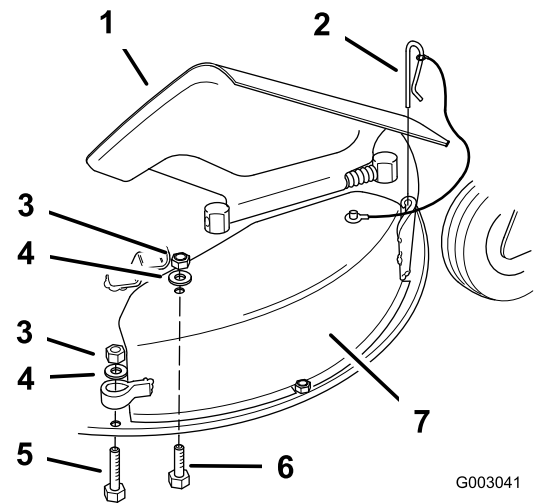

Figure 52
4. Relevez le déflecteur d'herbe et enlevez la goupille de l'éjecteur à l'avant du couvercle d'éjection (Figure 52).
5. Enlevez le contre-écrou, la rondelle plate et le boulon (5/16 x 1-1/4 pouces) qui fixent le haut du couvercle d'éjection sur le dessus du tablier de coupe (Figure 52).
6. Enlevez le contre-écrou, la rondelle plate et le boulon (5/16 x 2-1/4") qui fixent la boucle située sur l'arrière du couvercle d'éjection à l'anneau du tablier de coupe (Figure 52).
7. Enlevez le couvercle d'éjection du tablier de coupe (Figure 52).